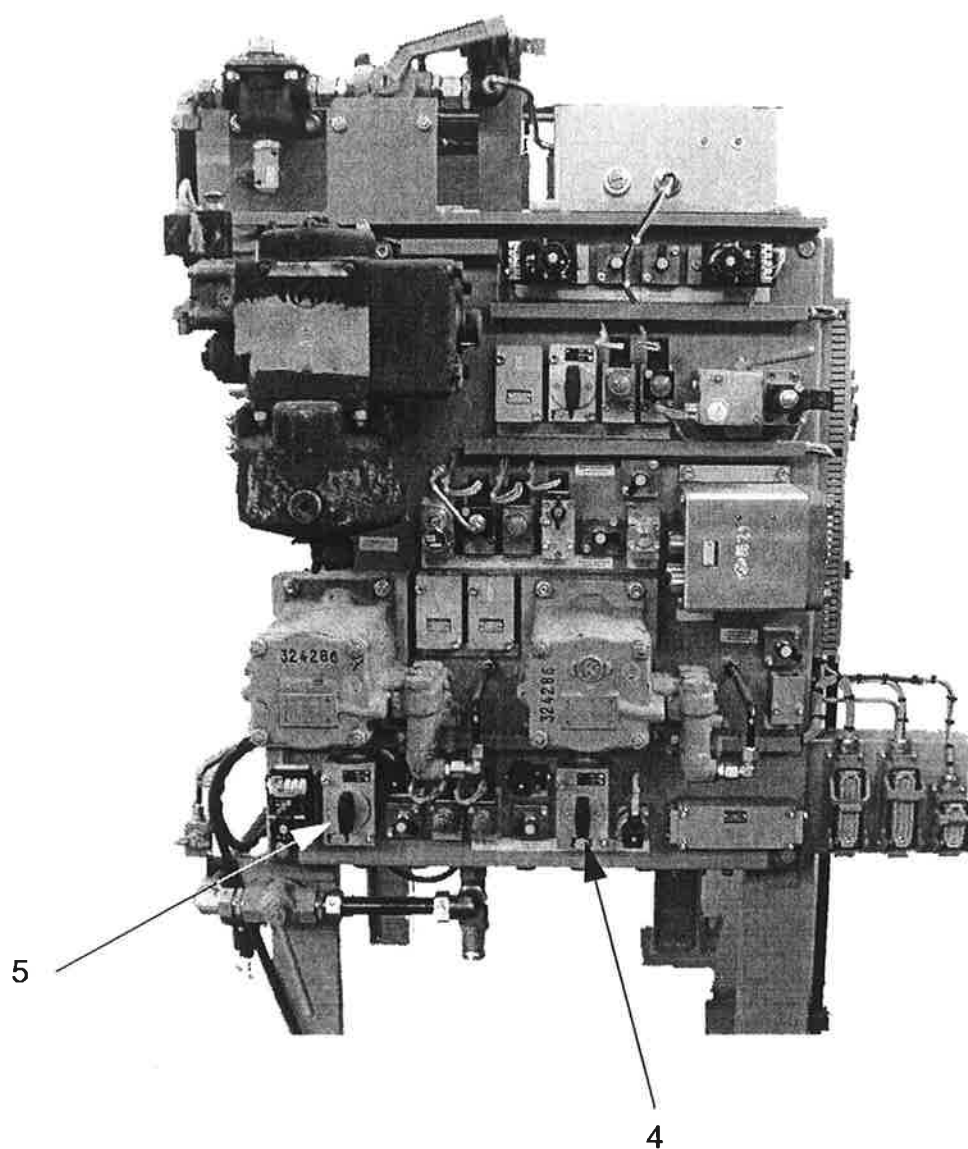

*Bild 13-4 / Bremstafel*
- Direkte Bremse absperren. Absperrhahn „Direkte Bremse“ (Bild 13-4 / Pos. 3) auf der Bremstafel waagerecht stellen.
- Das Sifa-Ventil auf der Bremstafel (Bild 13-4 / Pos. 2) absperren (nach rechts legen)
- Absperrhahn „Schleppbetrieb“ (Bild 13-4 / Pos. 1) auf der Bremstafel senkrecht stellen.